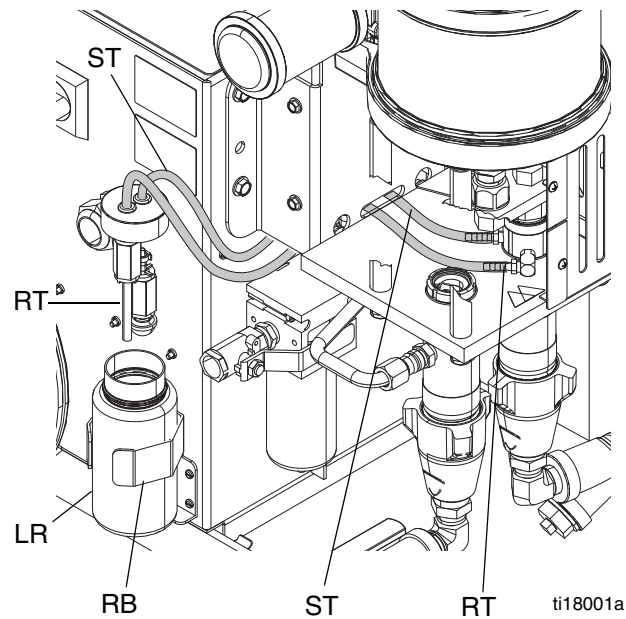

Fig. 15: Sistema de lubricación de bomba
2. Levante el depósito del lubricante (LR), hacia afuera de la ménsula (RB) y retire el recipiente de la tapa. Sujete la tapa sobre un recipiente adecuado para retirar la válvula de retención y dejar que se vacíe el lubricante. Vuelva a sujetar la válvula de retención a la manguera de entrada (ST). Consulte FIG. 15.